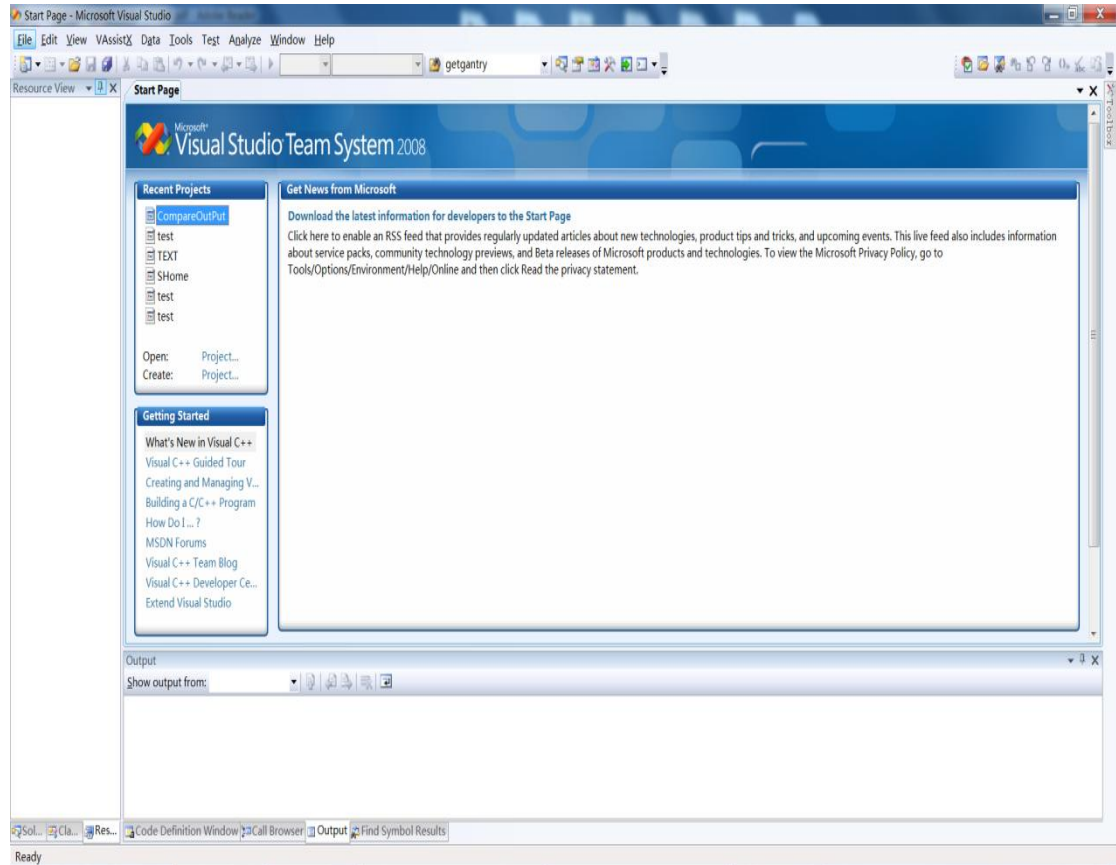
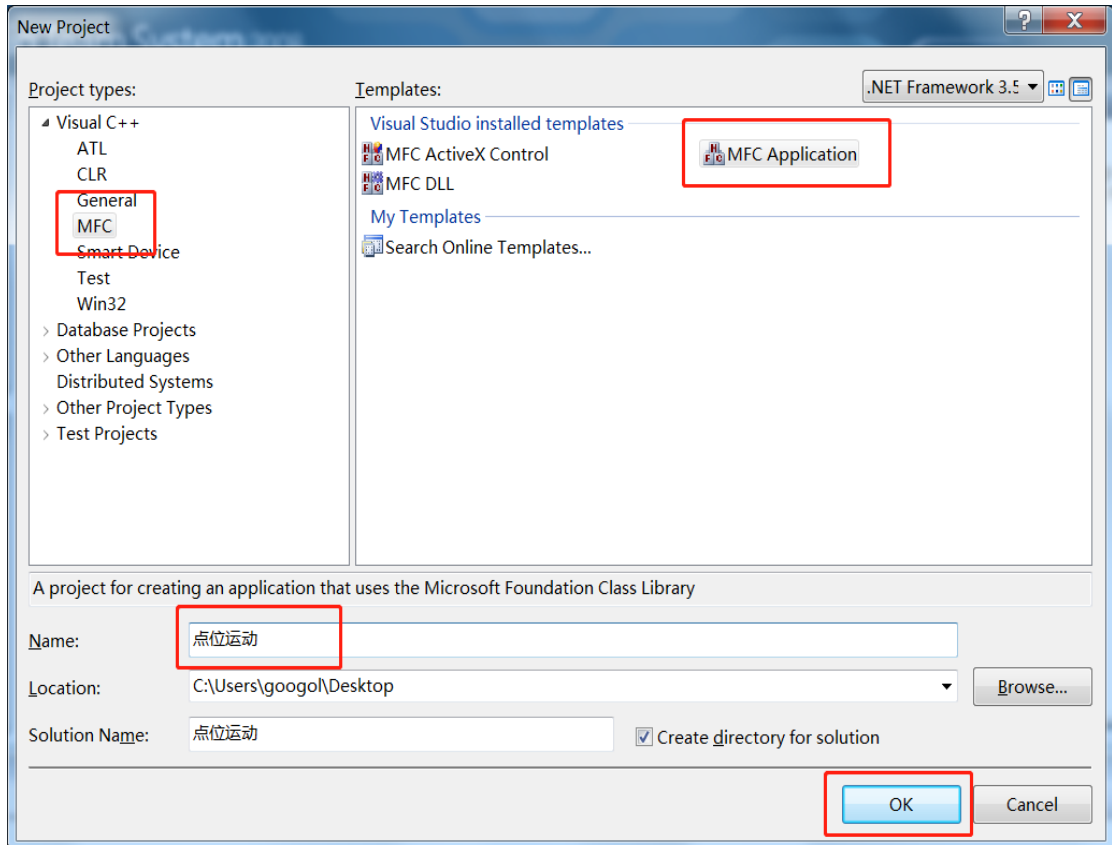

图 16
图 17
1、首先打开 VS2008，如图 16
2、然后点击新建项目，选择 Visual C++，然后选择创建 MFC Application (MFC 应用程序)，将名称改为点位运动，点击 Next，然后选择 Dialog base (基于对话框)，最后点击 Finish 如图 16，如图 17